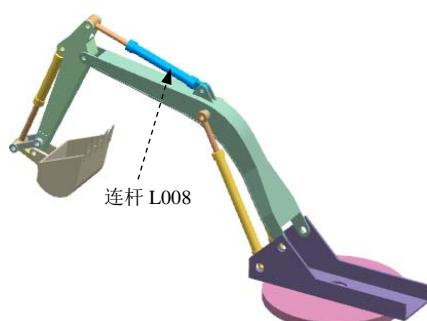

图 10.8.9 定义连杆 L008
(8) 定义连杆 L008。选取图 10.8.9 所示的零件为连杆 L008，在“连杆”对话框中单击